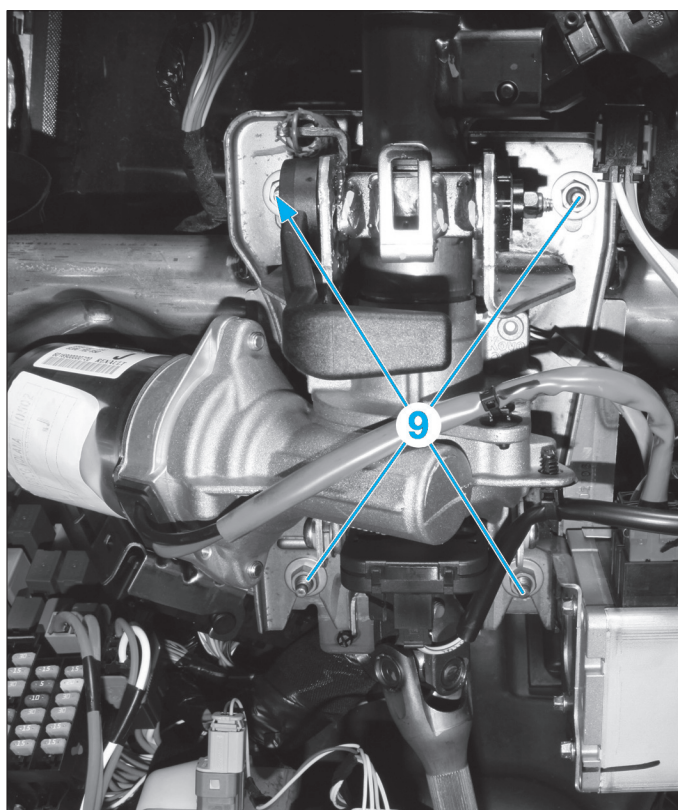

Fig. 8
- Déposer les 4 vis (9) (Fig.8)